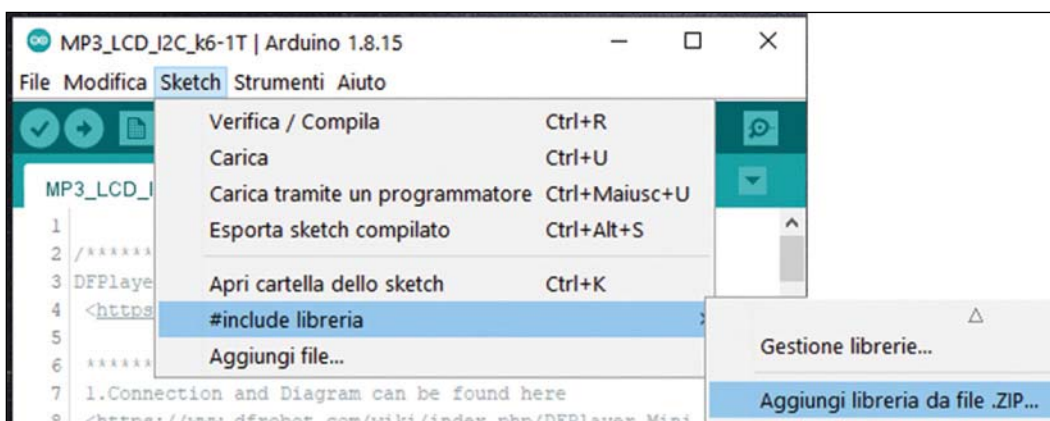

Fig. 9
- 4 – Usare il comando Sketch → #include libreria → Aggiungi libreria da file .ZIP..., quindi localizzare ed aggiungere le due librerie all'IDE (**Fig. 9**);